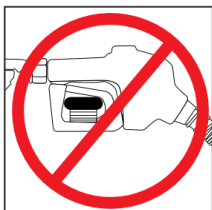

Figure 5
- Не используйте посторонние предметы для удержания рычага TDW-11A (TDW-7H) в верхнем положении (см. figure 5). Разрешается использовать только штатный фиксатор рычага. Если штатный фиксатор неисправен либо отсутствует, рычаг TDW-11A (TDW-7H) должен удерживаться в верхнем положении вручную.